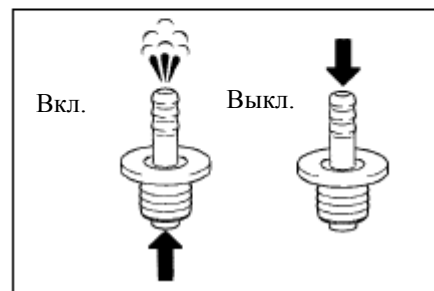

Рис. 273
(1) Проверьте вакуумный проточный клапан.
- c. Проверьте работу клапана. (рис. 273)